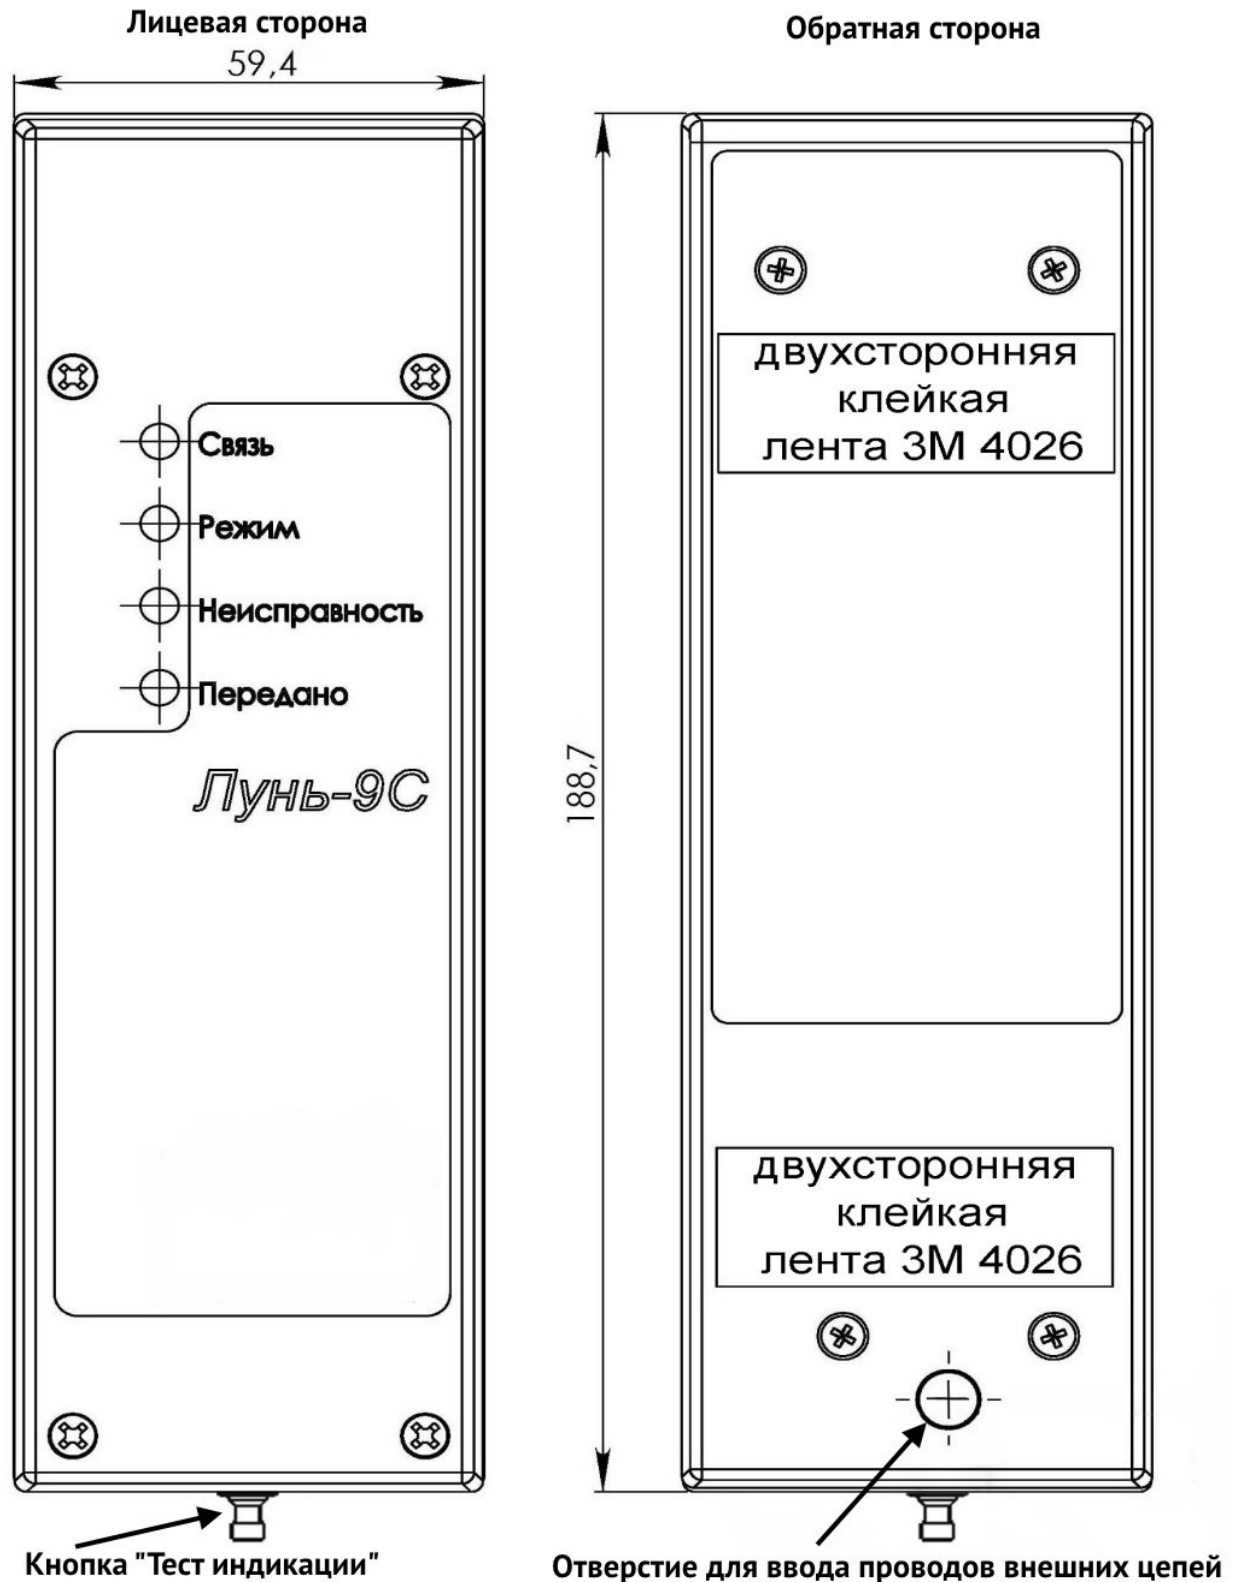

Рисунок 1. Внешний вид изделия
Изделие оборудовано следующими светодиодными индикаторами (см. рисунок 1):
4. Закрепить основание корпуса изделия на корпусе ППКП (ППКОП) с помощью двухсторонней клейкой ленты ЗМ 4026, уже установленной на тыльной стороне корпуса изделия. Если клейкая лента не установлена на корпусе изделия, то установить ее самостоятельно, используя комплект поставки изделия. Для этого разрезать прилагаемую ленту на две равные части (длиной по ~50мм), снять защитную пленку с одной стороны каждого куска ленты и приклеить ленту на предварительно обезжиренную тыльную сторону корпуса изделия (см. рисунок 1). Далее обезжирить места будущего прилегания клейкой ленты к корпусу ППКП, снять с ленты защитную пленку (в двух местах) и установить изделие на место. Рекомендованная температура, при которой наиболее эффективно клеится лента – от +20°C до +40°C.